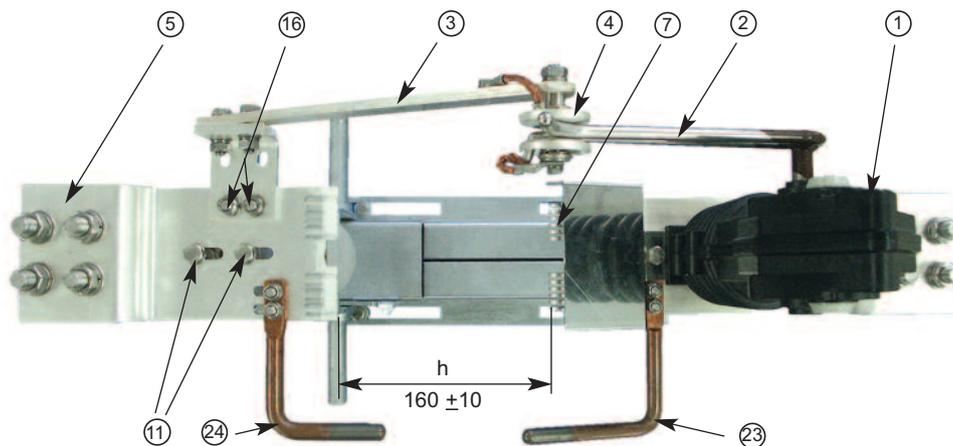

Abb. 11 : Ausschaltbewegung
- Anschlussplatte (5) inklusive Kontaktarm (3) und Vorzündhorn (24) durch Lösen der beiden Befestigungsschrauben M 10x25 (11) vom beweglichen Isolator (9) entfernen (Abb. 11)
- Neue Anschlussplatte (5) inklusive Kontaktarm (3) und Vorzündhorn (24) mit den beiden Befestigungsschrauben M 10x25 (11) auf den beweglichen Isolator (9) montieren und geringfügig anziehen (Abb. 11).
- Die Kontaktteller (4) des Kontaktarms (3) müssen zentrisch in Schaltgabel (2) der Schaltkammer (1) eindringen (Abb. 11)
Einstellmaße der Hauptkontakte für die Ausschaltbewegung: (Abb. 11)
Durch das Verändern der Winkelstellung des Kontaktarmes (3) besteht die Möglichkeit die Schaltpunkte bzw. die Einstellmaße "g" und "h" zu korrigieren (Abb. 11 und 12).